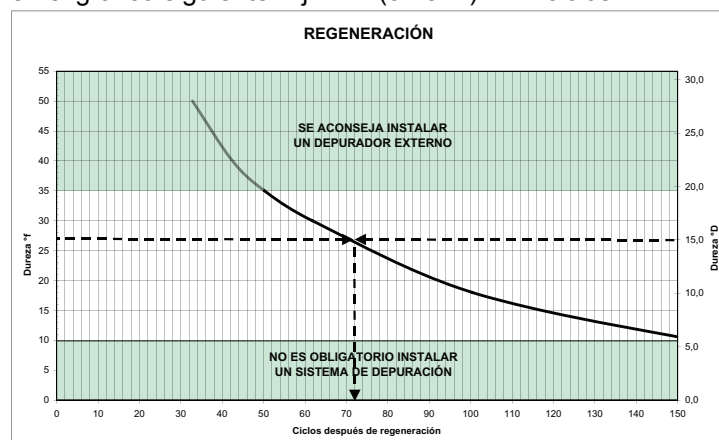

fig. 11
- Si es necesario añada sal con cuidado para que no caiga en la cuba. Una alta concentración de sal en la cuba puede comprometer su integridad, así como la vida de la máquina. Llene el depósito, ubicado dentro de la cuba (fig. 11), con sal gruesa de cocina (granos de 1-2 mm).